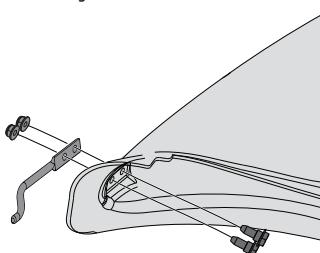

Figura 16
1. Desde el interior, pase dos tornillos de cabeza hexagonal (738-1225) del paquete de herramientas de la bota bagger (689-02199) a través de los orificios en la parte inferior delantera del maletero. Vea la Figura 16.
2. Ponga la barra de montaje en lugar sobre los tornillos de pivot con la punta de la barra (747-06309) que mira hacia afuera del bota. Vea la Figura 16.
3. Empezó a taladrar las tuercas de seguridad con brida en los tornillos de pivot (712-04064) Vea la Figura 16.